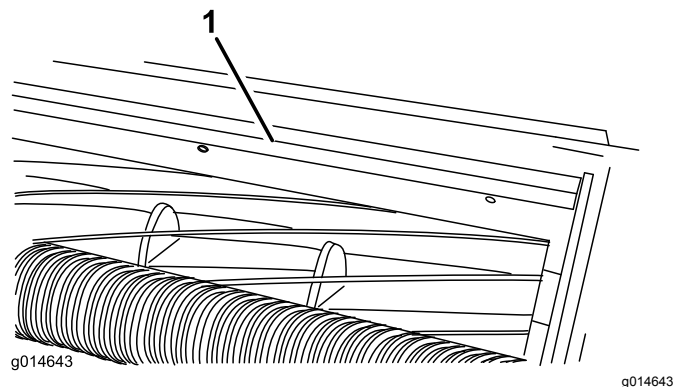

図 12
1. バー図 12 をカッティングユニットに固定しているねじをゆるめる。